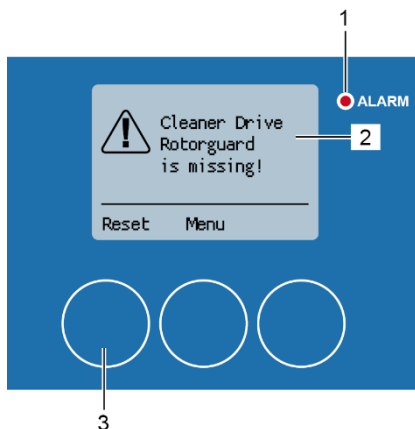

Abbildung 190: Taktsensor Alarm
Die Alarmmeldung „Reinigerantrieb Rotorschutz fehlt!“ (Abbildung 190/2) erscheint während des Reinigungsprozesses sollte ein Problem mit dem Taktsensor vorliegen. Die rote Alarm-LED (Abbildung 190/1) leuchtet auf.
2. Setzen Sie die Alarmmeldung mit [Zurücksetzen] (Abbildung 190/3) zurück.